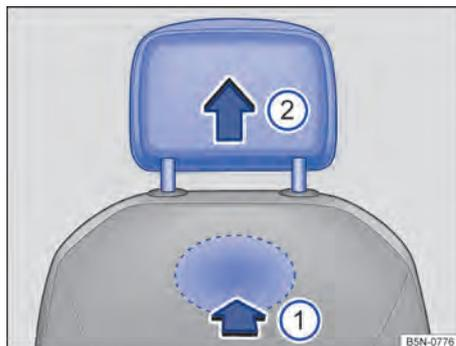

Fig. 79 Apoio para cabeça dianteiro: desinstalar.
- Para destravar, tatear o rebaixo na parte de trás, na área marcada → Fig. 79 , empurrar para dentro no sentido da seta e manter pressionado.
- Retirar o apoio para cabeça no sentido da seta → Fig. 79 .